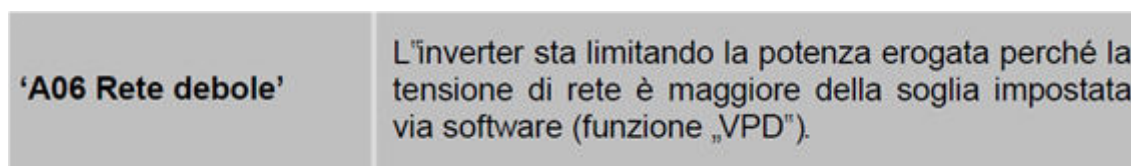

Figura 1
- c) Abilitare la riduzione della potenza per evitare il superamento della soglia. In tal caso quando l'inverter andrà in limitazione comparirà l'errore 06 (come evidenziato in Figura 1). In questo modo eviteremo lo spegnimento dell'inverter a scapito della produzione che inevitabilmente risulterà inferiore a quella realmente producibile. Per attivare questa funzione bisogna utilizzare il software *EVO Setup Basic*.